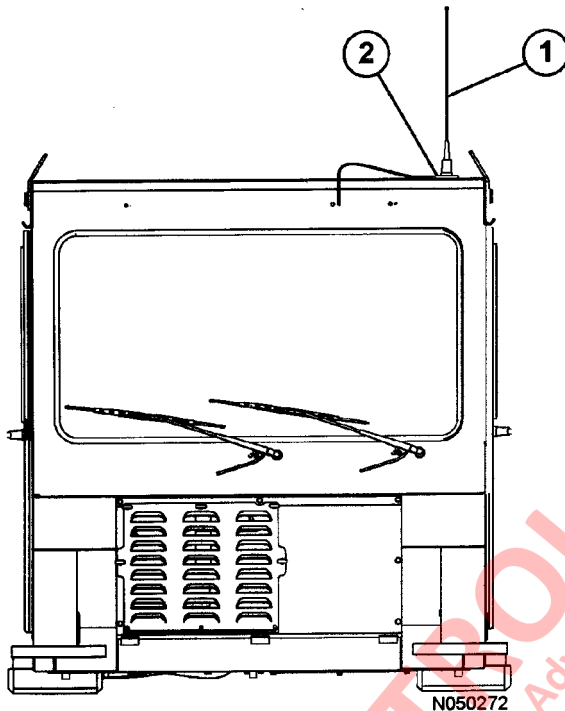

FIGURA 32-11. ANTENA ORBCOMM
3. Módulo Interface (MI)
El controlador Orbcomm transmite los datos a través de la antena (1, Figura 32-11) montada en la parte superior de la cabina con el montaje magnético (2). El cable coaxial de la antena se enruta a través de la cabina para protegerlo contra daños. Si la antena o el cable coaxial se dañan, cambie la parte.